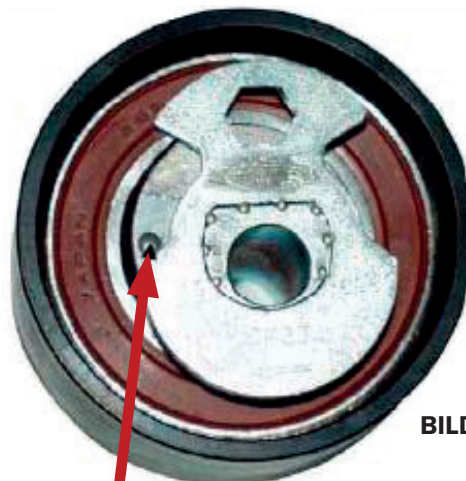

BILD 2
7. Vrid spännaren medurs (med insexnyckeln) ända tills markeringen befinner sig strax ovanför nederkanten på den utskurna delen (bild 2).
11. Vrid motorn 2 varv **medurs**. Kontrollera att spännarmarkeringen fortfarande befinner sig strax ovanför nederkanten på den utskurna delen (bild 2). Om markeringen är i fel läge, börja om från början med denna monteringsanvisning.